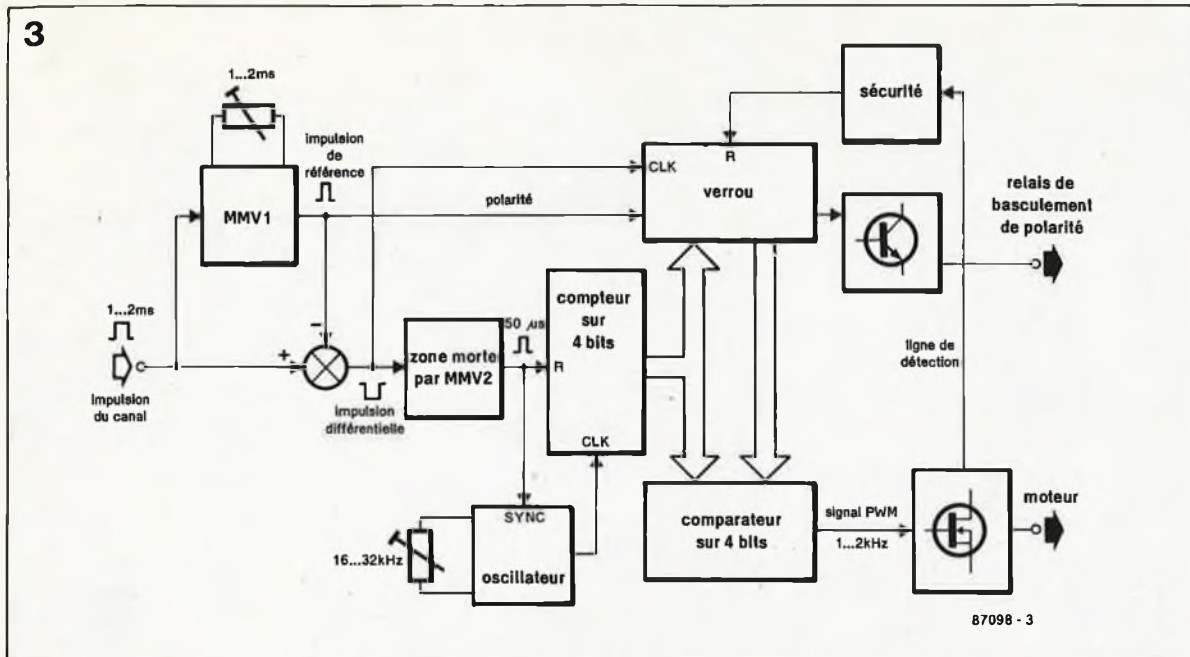

Figure 3. Schéma synoptique du concept utilisé ici. La résolution sur 4 bits permet 16 pas tant vers l'avant que vers l'arrière.
figure 3 l'écart entre un synoptique et le montage réel est très important. Mais pas de panique: le tout est à base de circuits 40XXX aux prix plus qu'abordables. Lors de l'étude de ce schéma de principe nous ne relèverons que les points importants n'ayant pas été soulevés lors de l'étude du synoptique. MMV1 sert à générer l'impulsion de référence. L'ajustable P1 permet d'ajuster le neutre. La soustraction de l'impulsion d'entrée de l'impulsion de référence est réalisée par l'intermédiaire de la porte XOR (OU exclusif) N1. L'impulsion différentielle négative lance MMV2 qui remet à zéro le compteur à 4 bits (IC3) et, via D1 et l'une des entrées de N3, stoppe (un très court instant) l'oscillateur pour l'amener dans une position de redémarrage bien définie. Une fois écoulée la durée de stabilité de MMV2, le compteur est libéré. Le flanc arrière de l'impulsion différentielle provoque le transfert dans un verrou de 6 bits (IC4) de la valeur momentanée du compteur, fixant ce faisant le mot de donnée destiné au modulateur en largeur d'impulsion. Côté compteur à 4 bits, certaines précautions ont été prises pour éviter qu'il ne compte au-delà de son maximum si l'impulsion différentielle devait atteindre sa valeur maximale. Arrivé à la valeur maximale (15), la sortie \overline{CO} (Carry Out = retenue) passe au niveau bas. Si ce basculement devait avoir lieu alors que l'impulsion différentielle est toujours présente (la sortie N1 est encore au niveau bas), la broche I3 de N2 est mise au niveau bas par l'intermédiaire de R1, provoquant l'arrêt de l'oscillateur. De ce fait, le compteur reste "gelé" à sa valeur maximale jusqu'à ce que l'impulsion différentielle soit écoulée et que